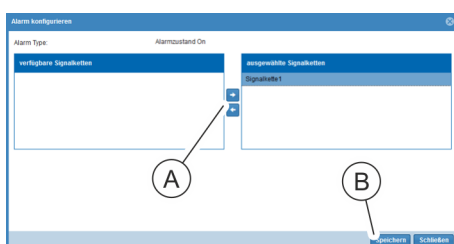

Abb. 110: Fenster "Alarm konfigurieren"
7. Im Fenster "Alarm konfigurieren" eine Signalkette auswählen und über die Schaltfläche „→“ (Abb. 110/Ⓐ) ins Feld „ausgewählte Signalketten“ schieben. Auswahl über die Schaltfläche „Speichern“ (Abb. 110/Ⓑ) bestätigen.